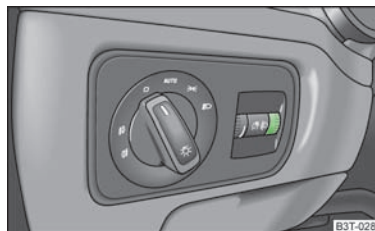

Fig. 36
- > Faites tourner le sélecteur  fig. 36 sur la portée des phares souhaitée.